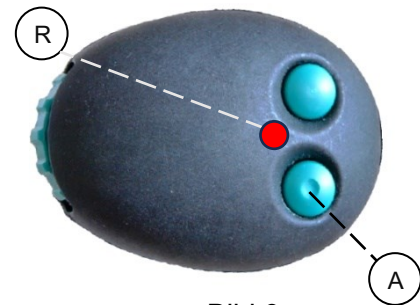

Bild.9
- Håll A-knappen (**A**) knappen med grop intryckt - se Bild.9.